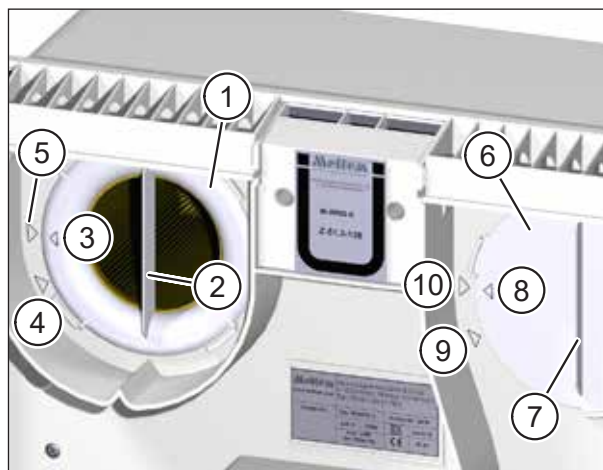

Fig. 14 : Enlever les filtres à air
- ▶ Tournez l'anneau du filtre (pos. 1 dans Fig. 14) sur la poignée (pos. 2 dans Fig. 14) dans le sens anti-horaire, jusqu'à ce que la flèche sur l'anneau du filtre (pos. 3 dans Fig. 14) pointe sur la flèche de la position de prélèvement (pos. 4 dans Fig. 14).
- ▶ Tournez le couvercle du filtre (pos. 6 dans Fig. 14) sur la poignée (pos. 7 dans Fig. 14) dans le sens anti-horaire, jusqu'à ce que la flèche (pos. 8 dans Fig. 14) sur le couvercle du filtre pointe sur la flèche de la position de prélèvement (pos. 9 dans Fig. 14).
- ▶ Veillez à ce que l'anneau du filtre soit orienté de telle sorte que la flèche sur l'anneau du filtre (pos. 3 dans Fig. 14 à la page 26) soit alignée avec la flèche de la position de prélèvement (pos. 4 dans Fig. 14 à la page 26).
- ▶ Tournez l'anneau de filtre dans le sens des aiguilles d'une montre, jusqu'à ce que la flèche sur l'anneau de filtre (pos. 3 dans Fig. 14 à la page 26) soit alignée avec la flèche de la position d'arrêt (pos. 5 dans Fig. 14 à la page 26).
- ▶ Vérifiez la position de l'anneau du filtre et du couvercle du filtre. Il faut que les poignées soient verticales et que les flèches sur l'anneau du filtre et sur le couvercle du filtre soient alignées avec les flèches de la position d'arrêt (voir Fig. 14 à la page 26).